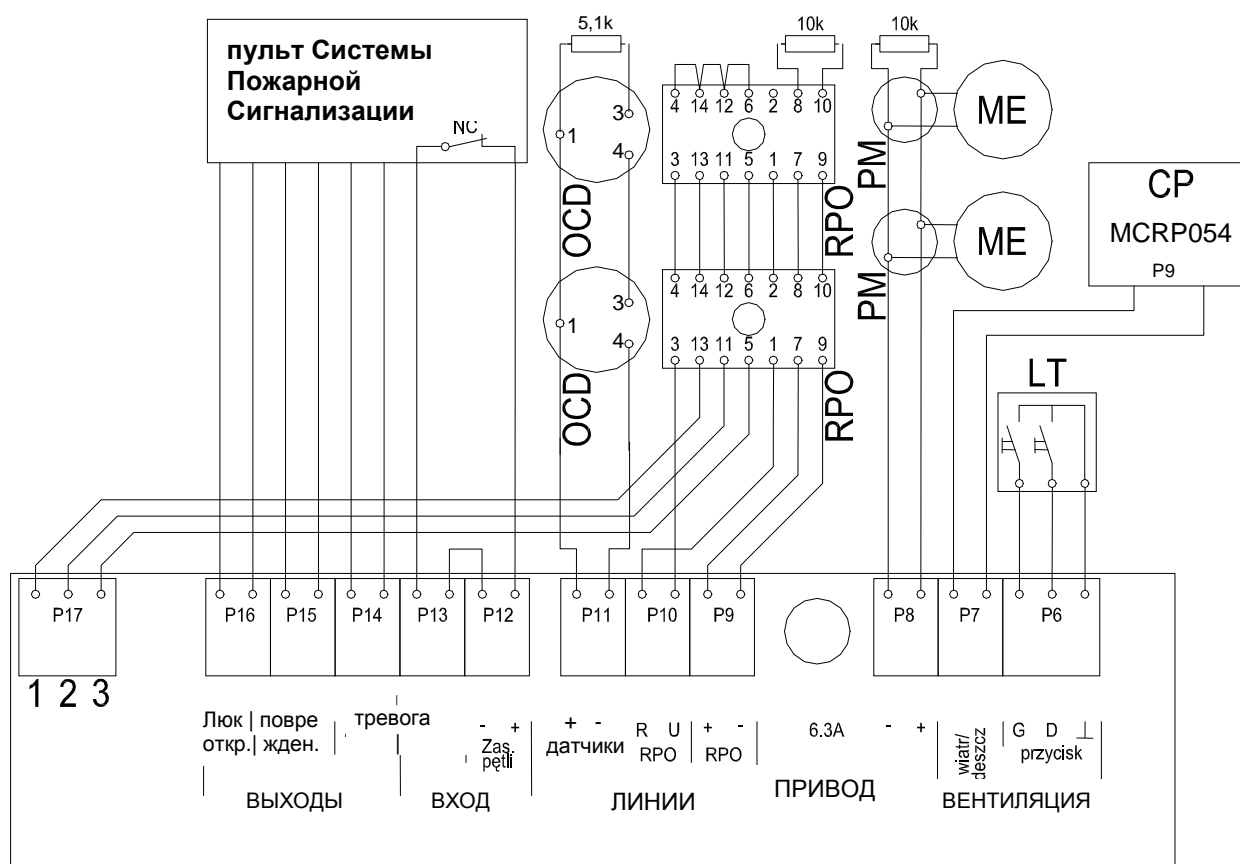

Рис.1. Типичная конфигурация системы дымоудаления с пультом MCR 9705.
6. **Вход внешнего сигнала тревоги** на релейную катушку 24V - 2 провода (YnTKSY) от зажимов P13. Если устройство, вызывающее пожарную тревогу (Пульт Системы Пожарной Сигнализации), имеет выход 24V, то соединяем его непосредственно с P13. Исчезновение напряжения на входе P13 вызовет пожарную тревогу. Если устройство, вызывающее пожарную тревогу, имеет контакт NC (без напряжения тока), то следует использовать питающее напряжение петли, доступное на P12 (см. рисунок 1 или фотографию 3). Выход P12 устойчив к короткому замыканию; нагрузка – не более двух реле (передаточных элементов). После подключения линии удалить скобу H1, блокирующую внешний сигнал пожарной тревоги.